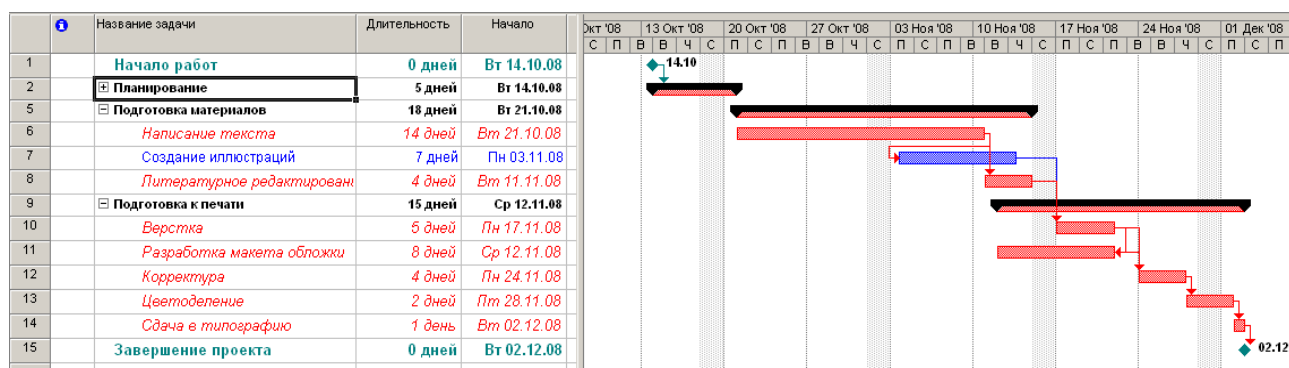

Рис. 2.31. Структура со скрытыми работами этапа Планирование
- Щелкните мышью на значке с символом «-» слева от названия этапа **Планирование**. Названия работ, включенных в этот этап, будут скрыты. Исчезнут также их полоски на диаграмме. Слева от названия этапа появится значок с символом «+», который означает, что работы данного этапа скрыты (рис. 2.31).